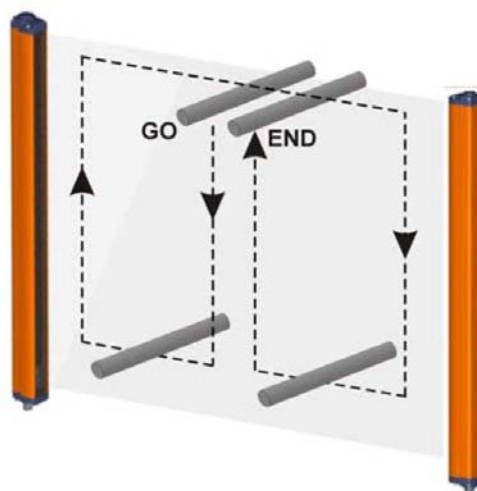

Figure 20
- le ESPE doit rester en état de sécurité (➡ I) en interrompant les faisceaux le long de la zone contrôlée à l'aide de l'outil d'essai spécial (TP-40, TP-50, TP-90), suivant le schéma indiqué dans la Figure 20.